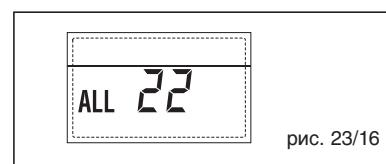

рис. 23/16
- НЕПОЛАДКА ПОЛОМКИ ДАТЧИКА ПОДАЧИ ВТОРОЙ СМЕШАННОЙ ЗОНЫ "ТРЕВ 23" (рис. 23/17)